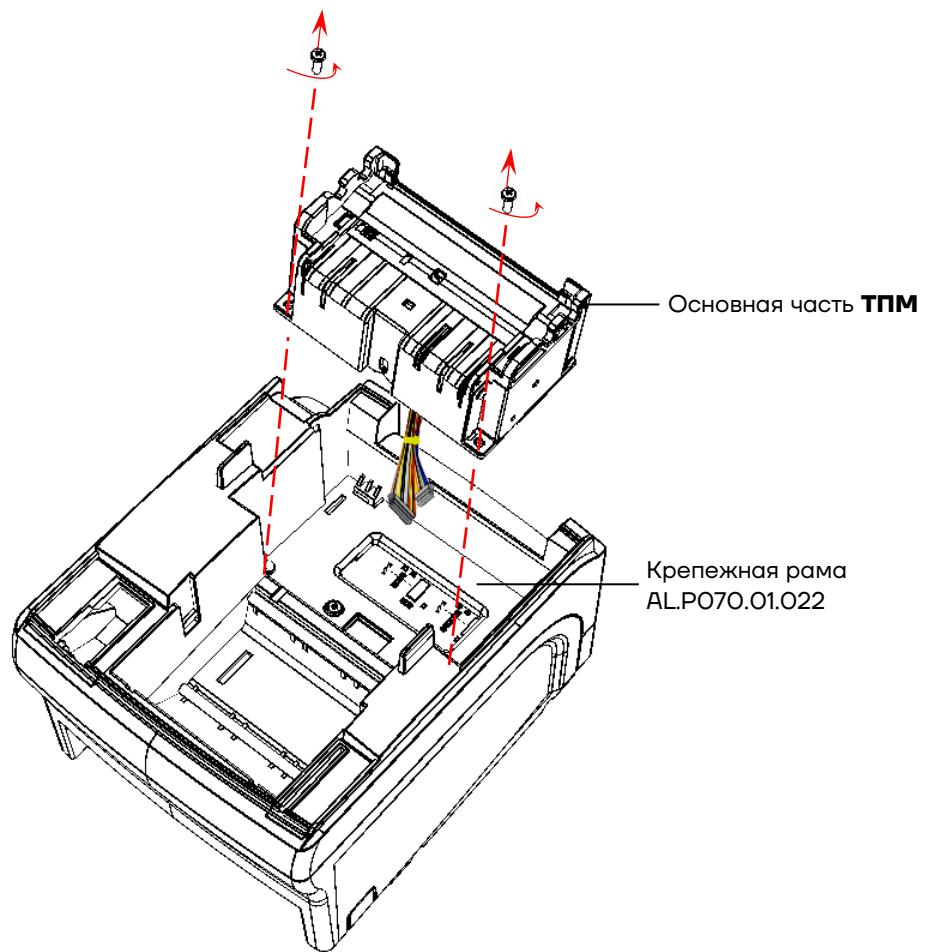

Рисунок 26. Установка **ТПМ** (крышка изделия условно не показана)
- 12 Извлечь основную часть ТПМ из корпуса, аккуратно продев кабели сквозь проем крепежной рамы (рисунок 26).